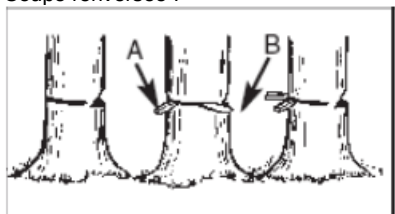

Fig 10c
Utilisez des cales en bois ou en plastique (A) pour éviter de coincer la lame ou la chaîne (B) dans la coupe. Les plumes ont également pour rôle de contrôler la chute (Fig. 10c)